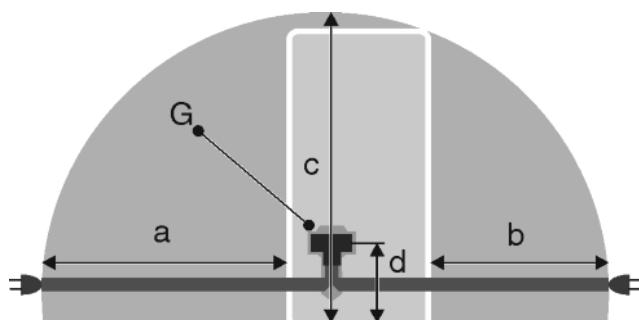

Fig. 31
- Gniazdo znajduje się poza tylną częścią urządzenia w podanym obszarze *Fig. 31 (a, b, c)*.
- Wtyczkę urządzenia *Fig. 31 (G)* podłączyć z tyłu urządzenia. Zwrócić uwagę na prawidłowe załączenie.